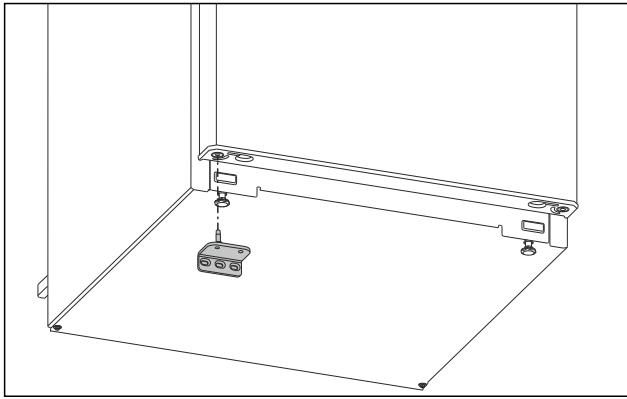

Fig. 16
- Placer le support de palier inférieur du côté opposé. (voir Fig. 16)